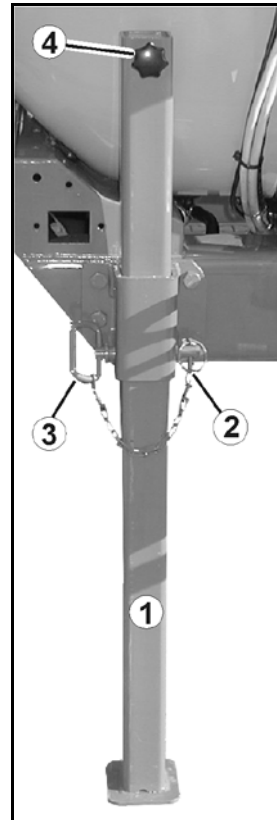

Рис. 42
Система ведения AutoTrail предназначена для автоматического управления движением агрегата при ведении его по одной колее с трактором и основана на определении углового положения дышла (Рис. 42/1) относительно направления движения трактора.
1. Вставьте штангу (Рис. 42/2) в пластмассовую втулку (Рис. 42/3).
2. Вставьте датчик угла поворота (Рис. 42/4) в крепление (Рис. 42/5).